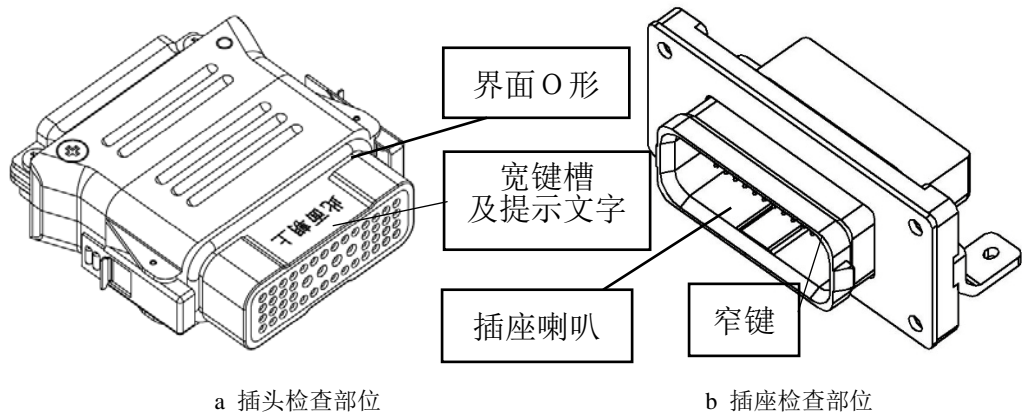

图 6 插头座密封部位检查
- 2) 按图 6 检查插头 O 形圈和插座密封部位是否符合要求。
键位对准的情况下，插头宽键槽对应插座宽键（如图 6 所示），窄键槽对应窄键，在宽键槽内标有“此面朝上”字样。插头与插座的产品型号标记应在同一面，接点序号一一对应。